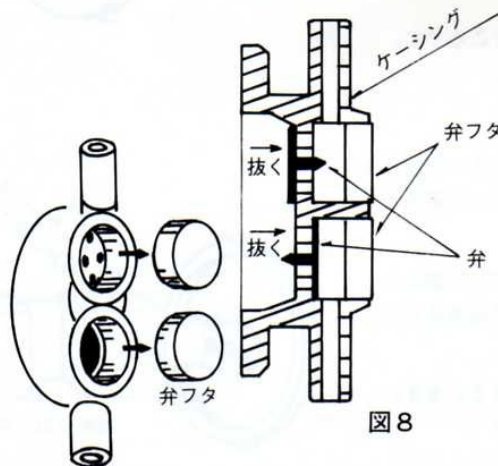
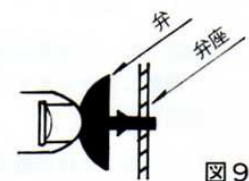
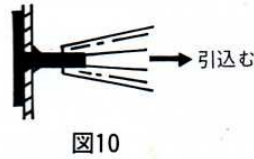

図8
図9
図10
1. ケーシングをポンプ本体より外したあと図9断面の2つの弁フタをこじあけて、古い弁を引き抜き取りそのあと新しい弁に取替えます。(図8)
2. 新しい弁を図10のように指で軽く折り曲げてもち弁座の挿入穴に差込みます。(図9)
3. ペンチ等の治具で弁に無理なく引込み挿入します。(図10)